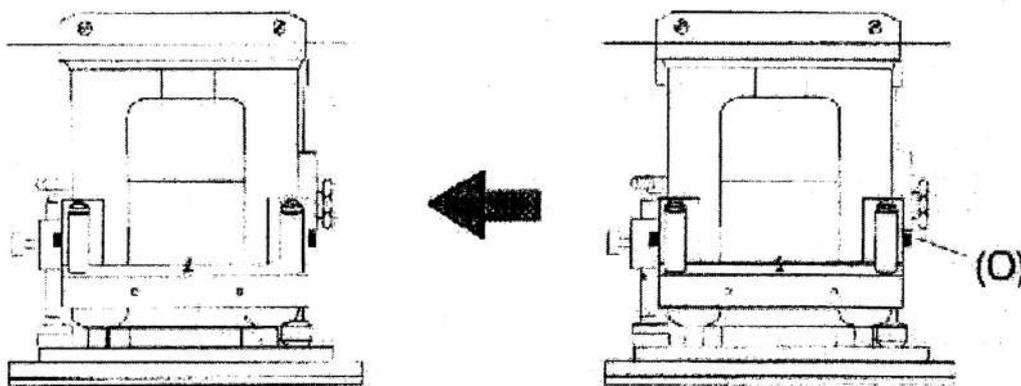

Рис.4
- Подвижная головка двигается влево при нажатии кнопки(O), как показано на рис.4: